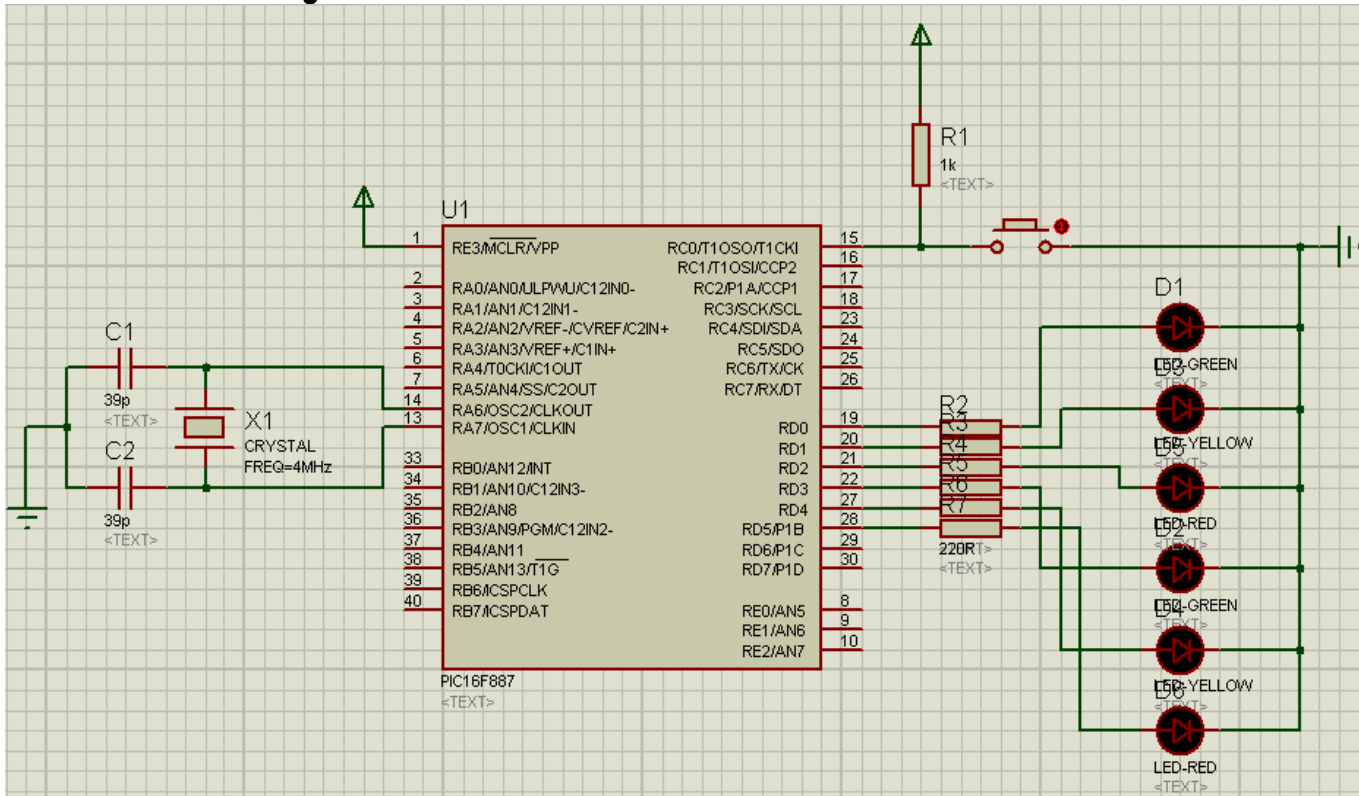

Figura 7.1
F. Realizar el siguiente programa de salida de datos y observar su funcionamiento utilizando la opción watch y stopwatch del simulador y posteriormente grabarlo en el circuito de la figura 7.1
1. **Realice un programa que efectúe la función de un semáforo en un cruce con las siguientes condiciones, tome en cuenta la conexión de la figura 7.1**